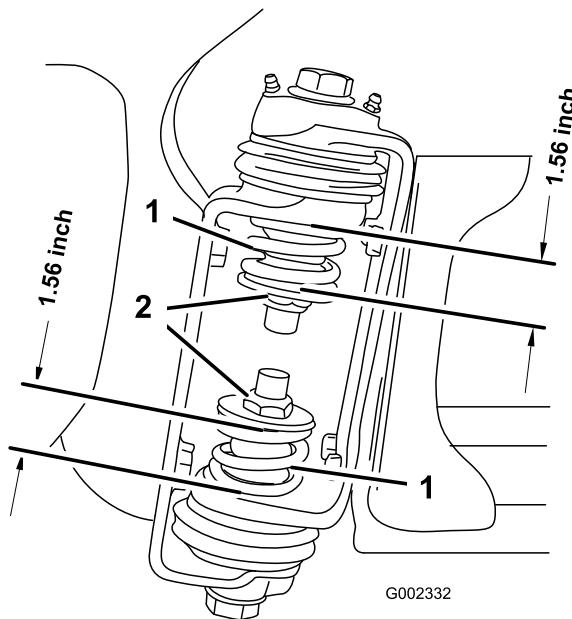

図 49
3. ブームが開いた状態で、ブーム蝶番の部分で上部スプリングと下部スプリングの圧縮状態の長さを測定する図 49。